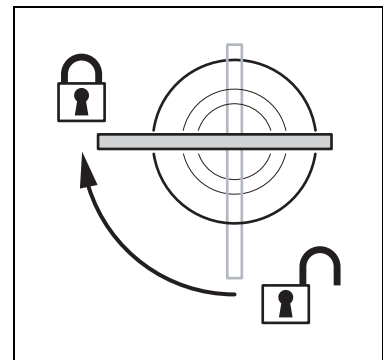

Figure 2: Verrouillage des loquets 1/4 de tour
2. Installez un crochet sur l'embase Oméga fournie puis fixez l'embase Oméga sur le projecteur avec 2 loquets 1/4 de tour sur les points de fixation prévus à cet effet (voir Figure 1 en page 6). Vérifiez que les 1/4 de tour sont bien tournés à 90° et verrouillés (voir Figure 2).